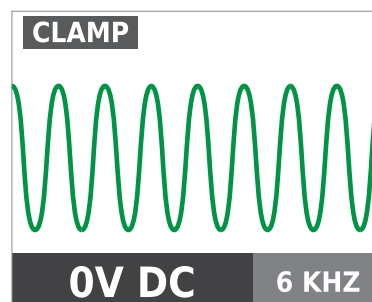

Figure 4.10a
2. Appuyez sur le mode de signal ÉLEVÉ pendant 2 secondes pour sélectionner le mode pince sur le transmetteur. Le mode pince génère un signal amplifié de 6 kHz afin de procurer des résultats de traçage supérieurs. L'écran du transmetteur doit apparaître tel que dans la figure 4.10a.